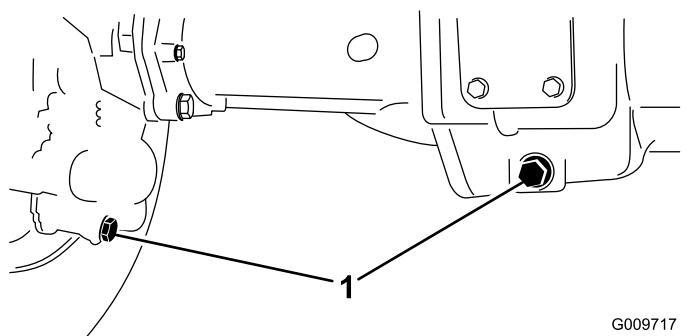

図 80
2. ドレンプラグそれぞれの端部に1本ずつ、中央に1本全部で3本の周囲をきれいにする図 80。